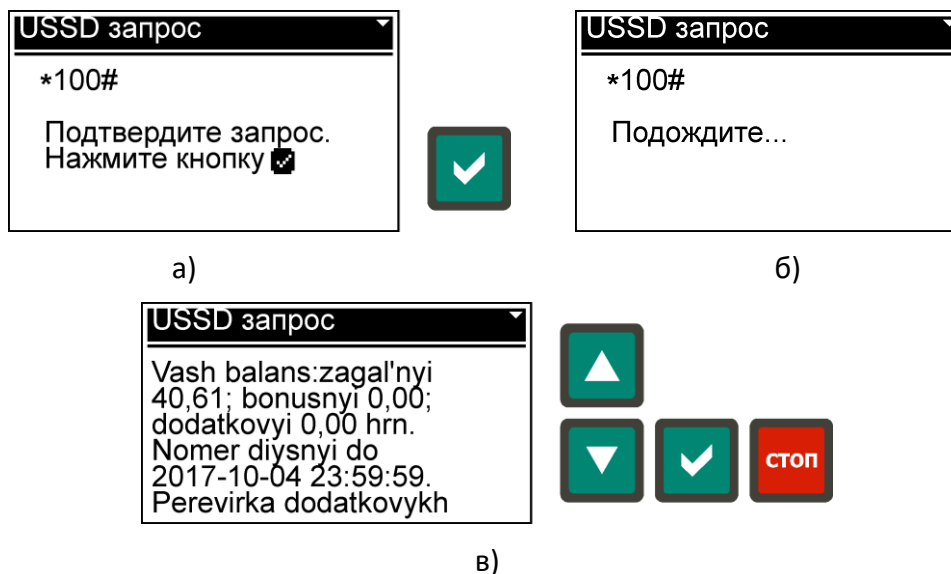

Рис. 5.21. Меню «USSD запрос»:
5.9.3.5.2 Меню «USSD запрос» (рис. 5.21) позволяет получить необходимую информацию от оператора мобильной связи, например проверить баланс на счету. Для этого к контроллеру должен быть подключен GSM модем (п. 5.11.2) и выбрано соответствующее значение параметра P104 (табл. 5.10). Код USSD запроса определяется параметром P300 (табл. 5.10).